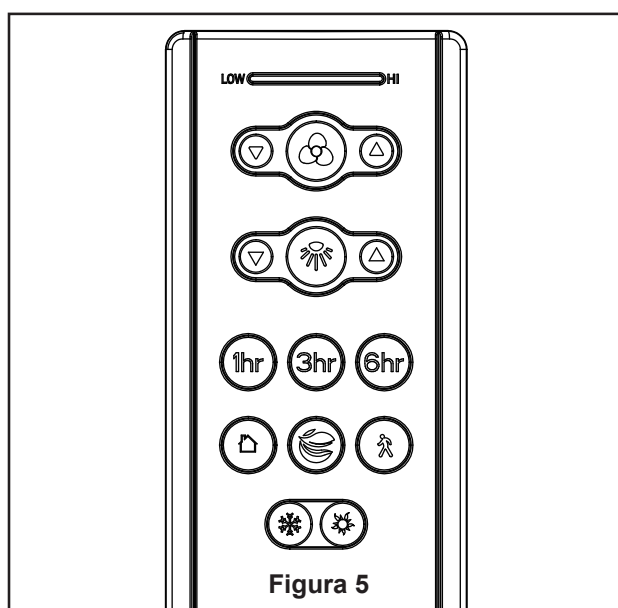

Figura 5
5. Instale la unidad LED en la ensamble de la placa de iluminación mediante los dos chaveteros. Vuelva a colocar el los tornillos extraídos en el paso 2 y apriete todos los tornillos. (Figura 5)
7. Funciones del control remoto: (Figura 5)